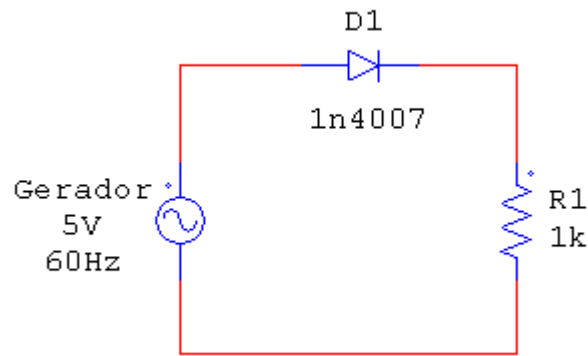

Figura 1 – Circuito para medição de valor eficaz.
- Sinal gerado = senoidal retificado (conforme circuito da figura 1);